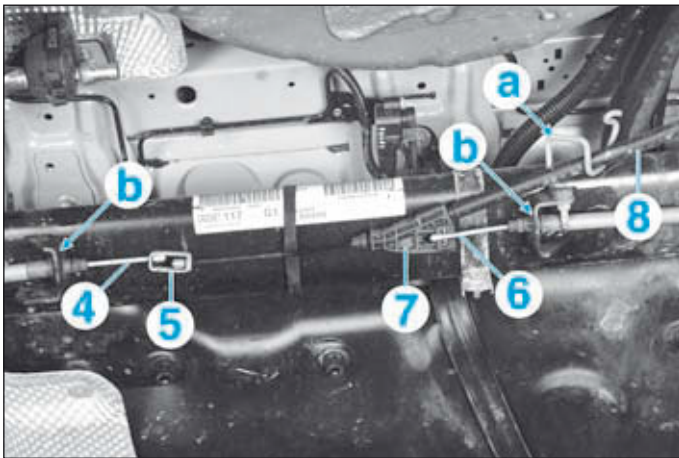

FIG.63
- Dégager (Fig.63) :
- l'extrémité du câble (4) du raccord (5),
- l'extrémité du câble (6) du raccord (7),
- le câble primaire (8) du support (a).